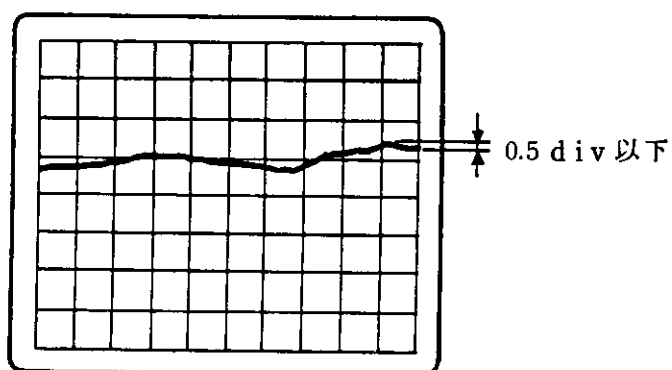

図 5-8 残留 FM の試験
4. **DISPERSION/DIV.** を **0** の位置に設定し、そのときの波形のレベルが水平軸の 1 div. に対して、垂直軸の変化で 0.5 div.（1 kHz）以下であることをチェックします。〔図 5-8〕